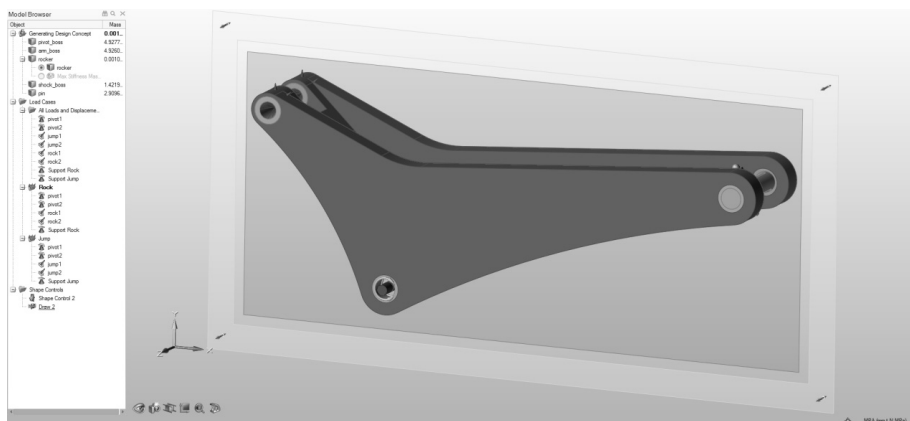

图 10-2
- 5) 如果模型不可见，则按〈F2〉键打开模型浏览器，如图 10-2 所示。